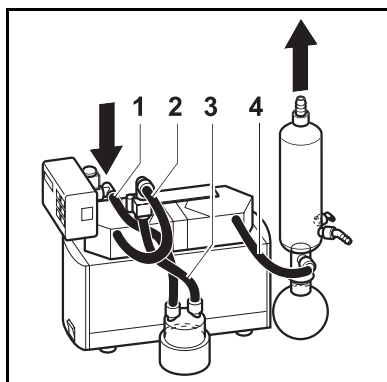

Abb. 17: Verschlauchung
4	Schläuche (siehe Abb. 17) ▪ Resistent gegenüber dem genutzten Medium ▪ Innendurchmesser 10 mm ▪ Längen: (1,4) ca. 220 mm, (2) ca. 300 mm, (3) ca. 150 mm
5. System verschlauchen (siehe Abb. 17).